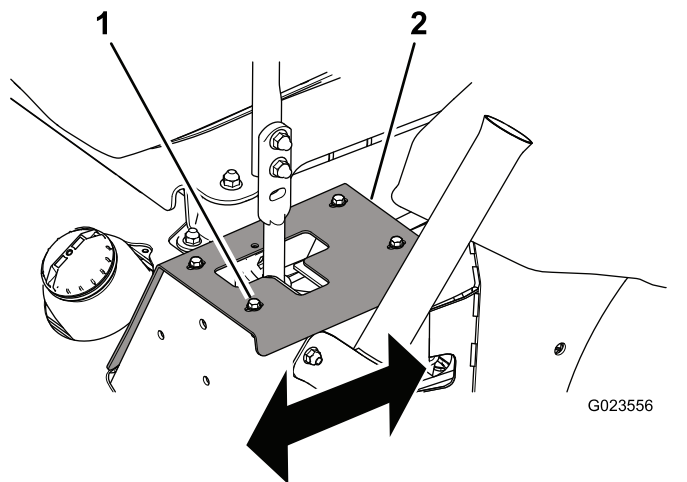

Figure 54
- Si elle se déporte à droite, desserrez les boulons et reculez la plaque de butée gauche jusqu'à ce que la machine se déplace en ligne droite (Figure 54).
- Si elle se déporte à gauche, desserrez les boulons et reculez la plaque de butée droite jusqu'à ce que la machine se déplace en ligne droite (Figure 54).
1. Boulon (4)
3. Serrez les boulons pour fixer la plaque de butée (Figure 54).